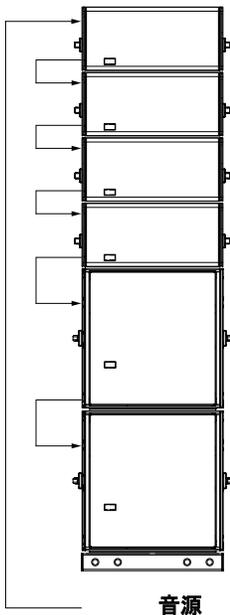

図5:混合型グランドスタック
- LEOPARD及び900-LFCの混合型グランドスタック(図5)